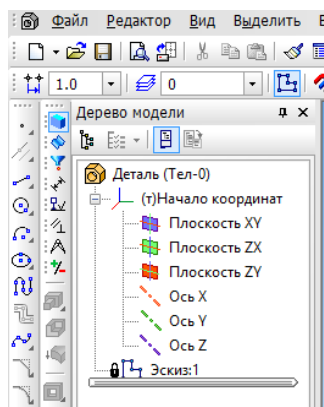

Рисунок 13.3 – Переход в режим «Эскиз»
4. Нажмите на кнопку **Эскиз** (рисунок 13.3).